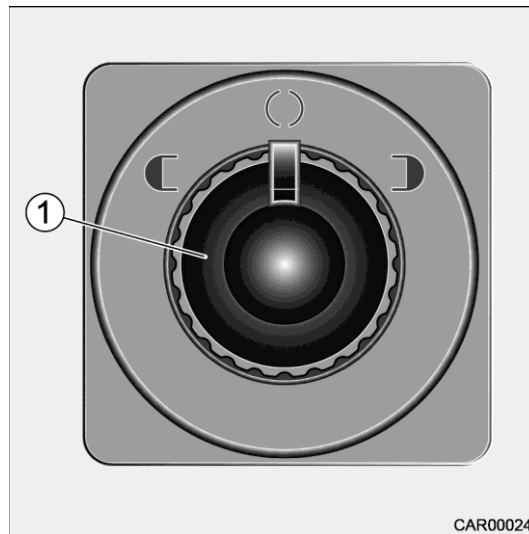

Fig. 50 Bouton de commande
1. Tourner le bouton (Fig. 50/1) vers la gauche pour régler le rétroviseur extérieur de gauche.
2. Tourner le bouton (Fig. 50/1) vers la droite pour régler le rétroviseur extérieur de droite.